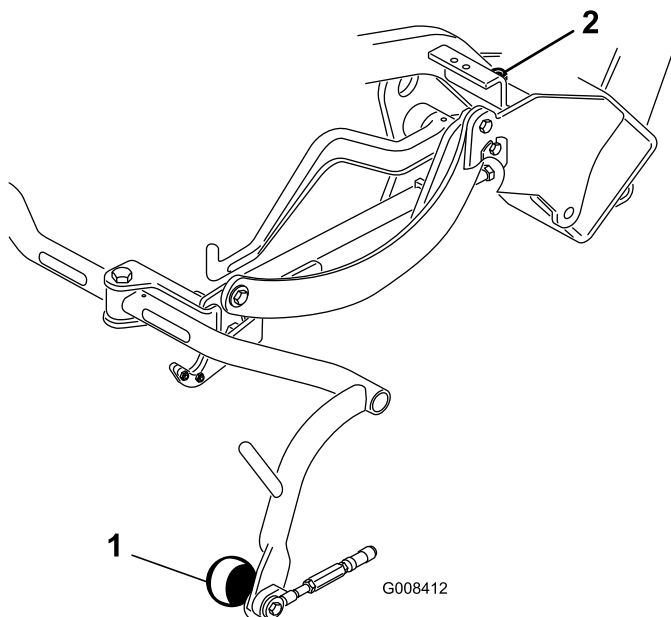

Figure 10
3. Si un réglage est nécessaire, desserrez l'écrou de blocage de la vis d'arrêt du bâti porteur (Figure 10) et tournez la vis dans un sens ou dans l'autre pour élever ou abaisser le bâti. Serrez l'écrou de blocage une fois le réglage effectué.